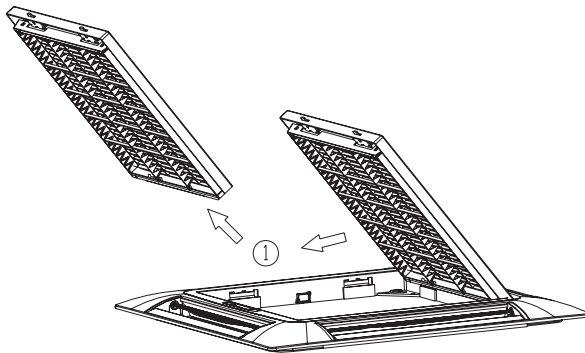

Fig.23
2. Con la rejilla totalmente abierta, retírela en la dirección que se muestra en Fig. 23.